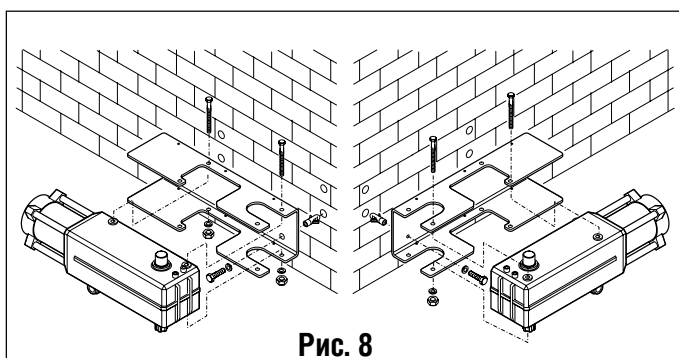

Рис. 8
- 1) Закрепите основание привода на столбе при помощи анкерных болтов М10 строго по горизонтали (Рис. 8).
- 2) Установите мотор редуктор на основание (Рис. 8). Выходной должен смотреть всегда вниз.